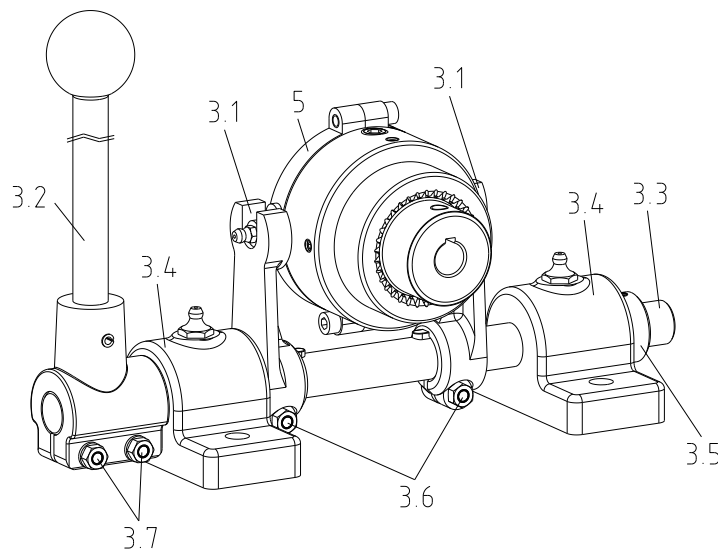

Bild 19: BoWex® SD mit Schaltgestänge
- Setzen Sie den Zapfen des Schleifringes (Bauteil 5) in die Schaltgabeln (Bauteil 3.1) (siehe Bild 19).
- Sichern Sie die Schaltwelle axial durch den Klemmring (Bauteil 3.5) und den Klemmschrauben des Schalthebels (Bauteil 3.7 und siehe Bild 19).